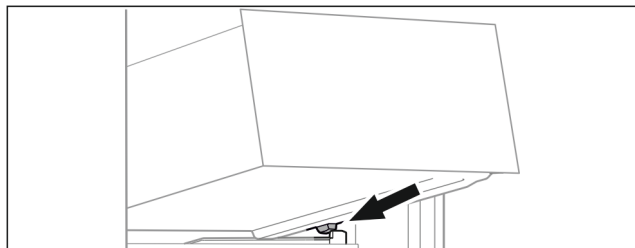

Fig. 62
- ▶ Sett skuffen på skrå bak stopperne på beholderribben. (se Fig. 62)